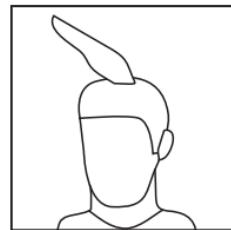

Figura 6
- Cortar por cima do pente com os cabelos levantados ou segurar os cabelos entre os dedos para levantá-los e cortá-los no comprimento desejado (Figura 6 e 7).
- Usando os pentes de 21-36mm, cortar os cabelos do alto da cabeça de trás para frente na direção contrária ao crescimento dos cabelos (Figura 6).